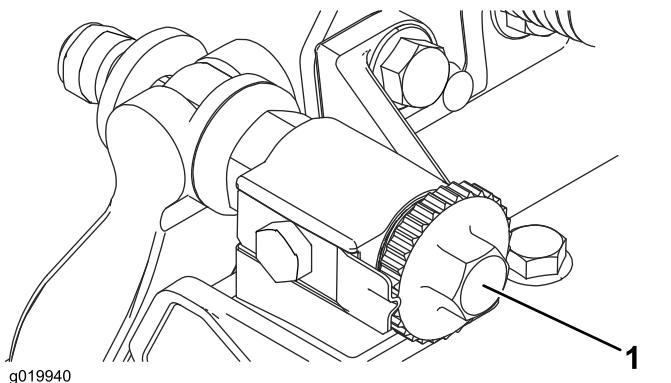

図8
2. ベッドバー調整ねじを左に回してベッドナイフとリールの接触をなくす図8。